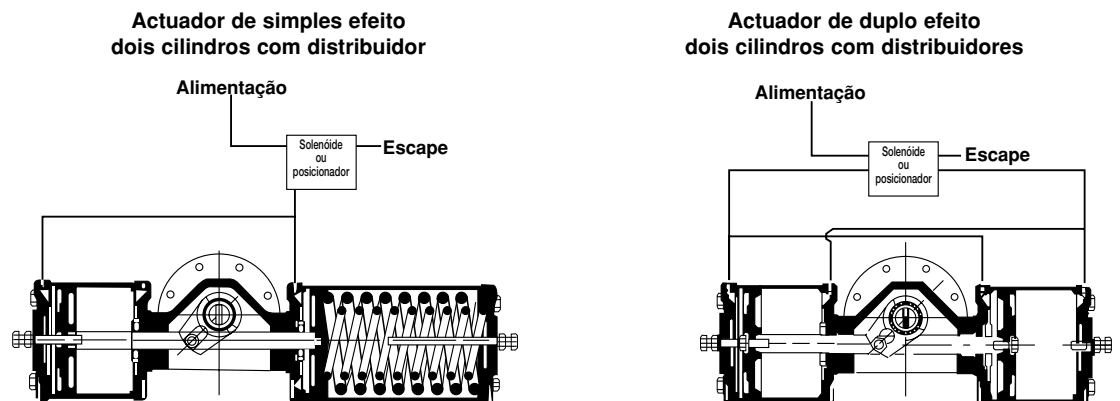

Figura 1
- F. Ligações dos Tubos – alguns modelos utilizam dois êmbolos para aumento de potência. Os designs de duplo cilindro de retorno por mola (simples efeito), necessitam de um distribuidor para tornar o orifício de alimentação comum a ambos os êmbolos. Os designs de duplo cilindro de duplo efeito (ar-ar), necessitam de dois distribuidores. Consulte a FIGURA 1, onde se ilustra uma montagem típica.